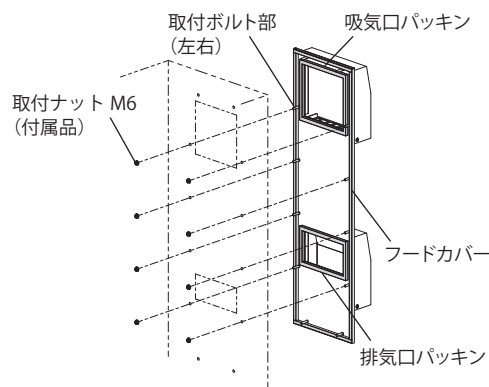

図 3
4. フードカバーの取付ボルト部 (左右) をキャビネットの抜き穴に差し込み、付属の取付ナット M6 にて確実に固定してください。(図 3)